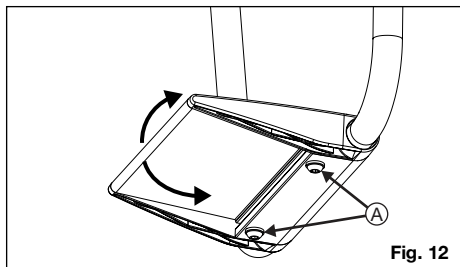

Fig. 12
1. Løsn de to skruer (fig. 12:A) under fodstøtten med en 4 mm unbrakonøgle.
2. Drej fodstøtten til den ønskede vinkel og sikr den ved at stramme de to skruer igen (fig. 12:A).